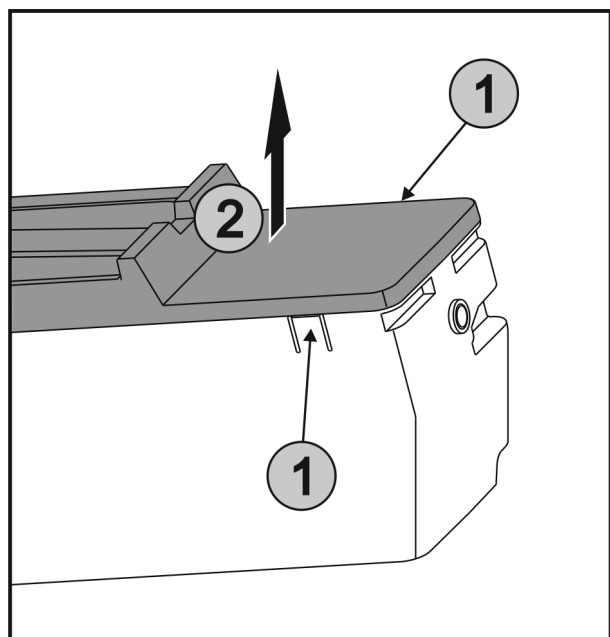

Fig. 40
- Одновременно нажать на накладки Fig. 40 (1) на обеих сторонах EasyTwist-Ice и снять крышку Fig. 40 (2) движением вверх.